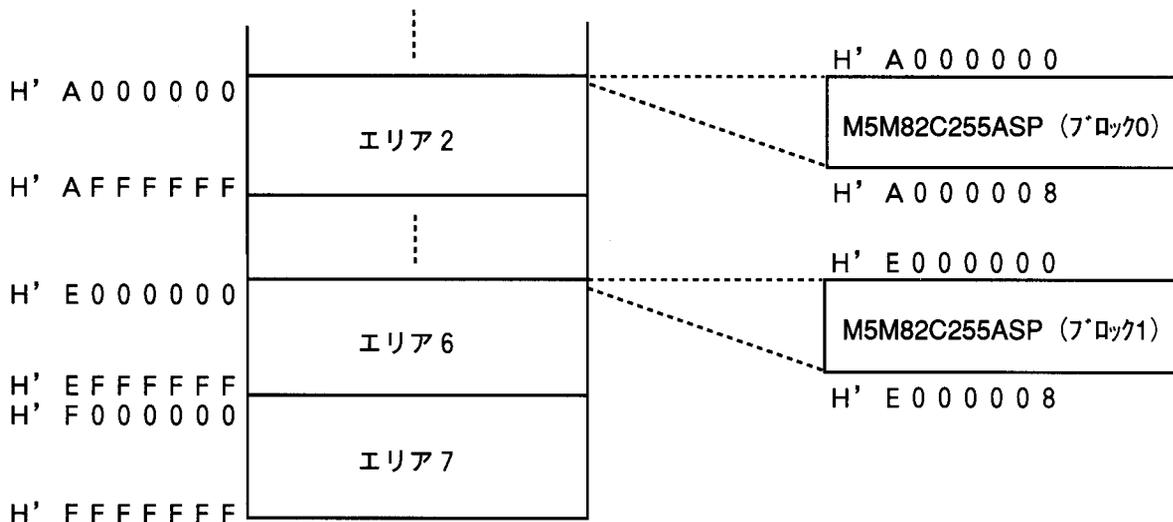

図2 メモリマップ
- (2) 図2に示すように、SH7034のメモリ空間のうち、エリア2 (H' A000000 ~H' AFFFFFFF)、エリア6 (H' E000000 ~H' EFFFFFFF) に割り付けます。また、エリア2とエリア6のバスコントローラを以下のように設定します。